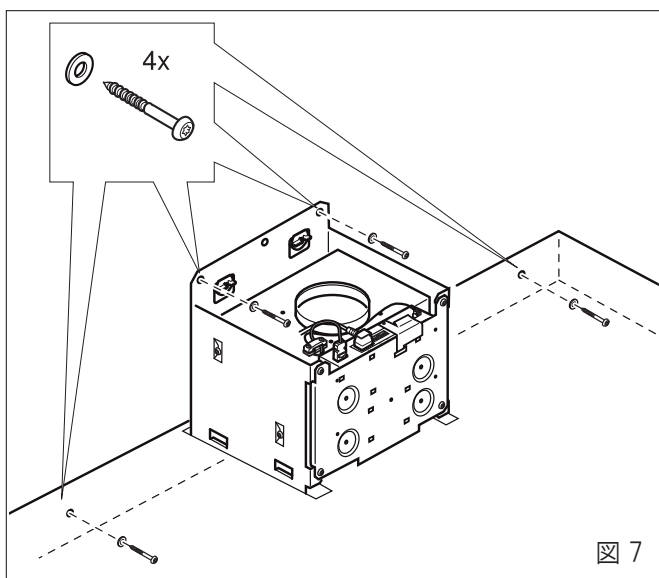

図 7
8. 2 個のビスで取付用ブラケット上部を、さらに 2 個のビスで本体下部を壁に固定してください。(図 7)